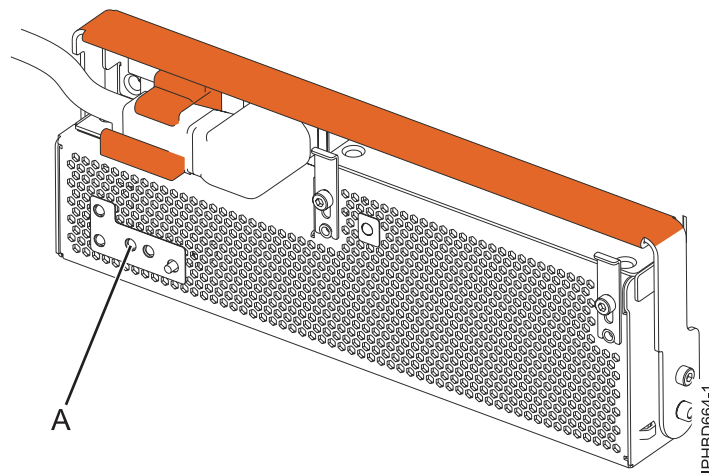

Figure 5. Voyant d'identification d'incident de l'unité remplaçable sur site
4. A l'avant de l'unité d'extension, identifiez l'alimentation électrique à remplacer. Pour identifier l'alimentation électrique, notez la présence du voyant d'identification d'incident orange de l'unité remplaçable sur site (**A**) comme illustré à la figure 5. Un voyant allumé (fixe ou clignotant) signale l'alimentation électrique défaillante.